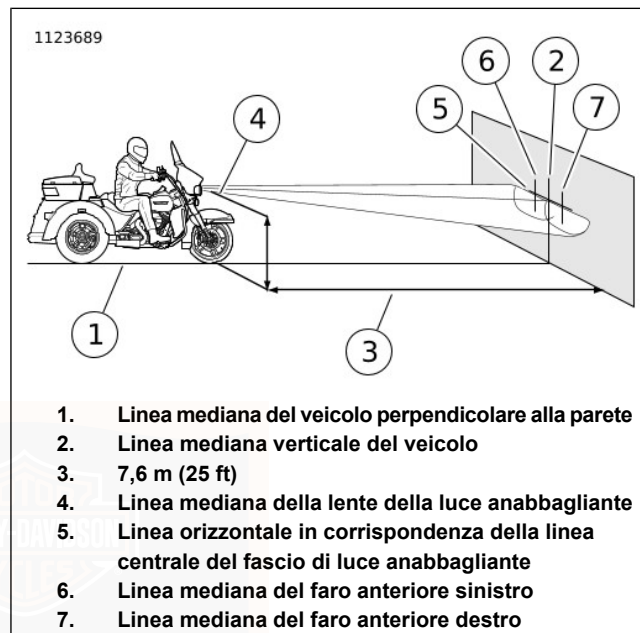

Figura 82. Allineamento del faro anteriore: LED doppi
4. Vedere Figura 82. Parcheggiare la motocicletta su una linea (1) perpendicolare alla parete.
6. Tracciare una linea mediana verticale (2) per il veicolo sulla parete.